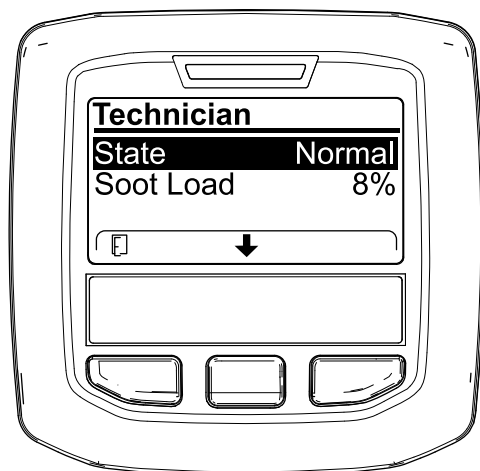

Figura 46
- Utilice la tabla de funcionamiento de DPF para comprender el estado actual del funcionamiento del DPF (Figura 46).